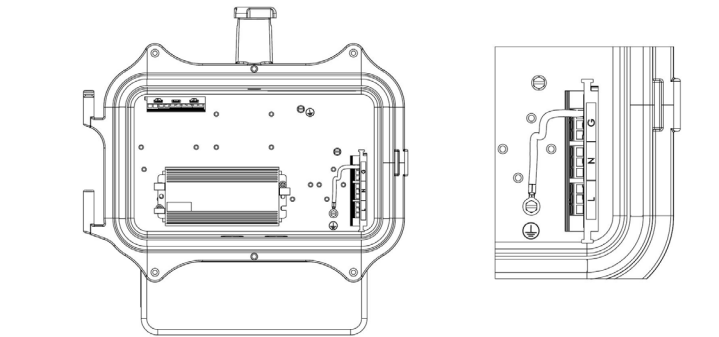

Figura 2
- 2. Todos los componentes en el dispositivo están precableados, de modo que solo los cables de suministro de entrada se deban conectar en el dispositivo usando el bloque terminal y métodos que cumplan con todos los códigos aplicables. Inserte los cables en el bloque terminal presionando las lengüetas hacia abajo. Asegúrese de que los cables se encuentren espaciados, tal como se muestra en la Figura 2.